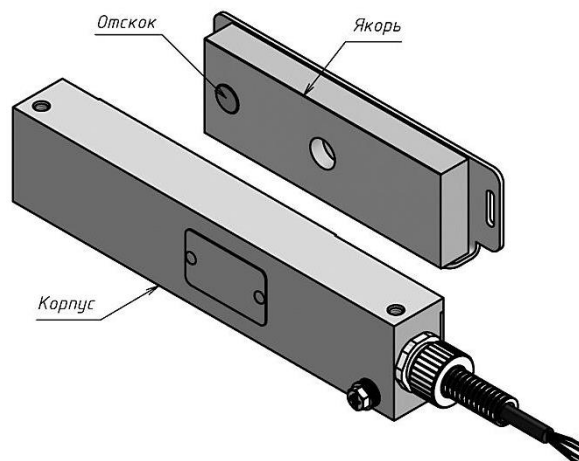

Рисунок 6 - Взаимное положение корпуса и якоря для замка варианта «Н»
**Внимание! При монтаже якоря замка варианта «Н» необходимо соблюдать положение отскока якоря относительно корпуса. Якорь должен быть сориентирован так, чтобы отскок якоря был направлен к корпусу с противоположной от кабельного ввода стороны (рисунок 6).**